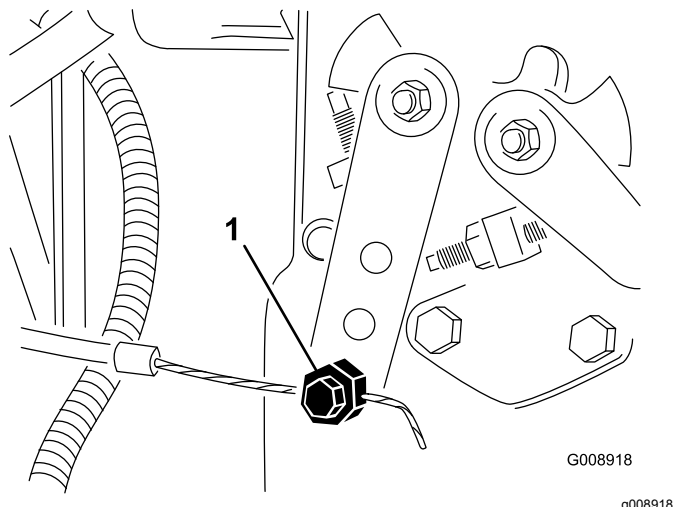

Figura 72
2. Allentate il raccordo del cavo dell'acceleratore sulla leva della pompa di iniezione (Figura 72).